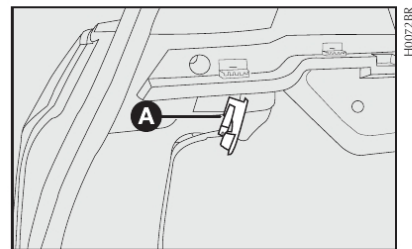

fig. 43
2) Retirar a lâmpada **A** puxando-a de sua sede **fig. 43**.